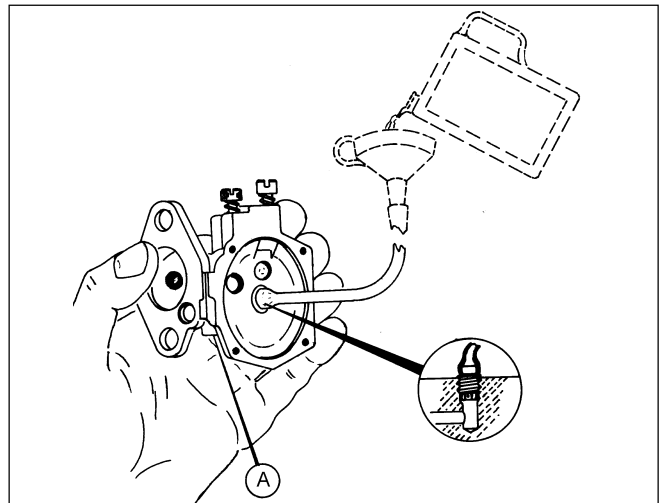

Fig. 11
- Remonter la nouvelle soupape, la positionner dans son logement à l'aide d'un poinçon. Maintenant contrôler le fonctionnement de la soupape. Remonter le logement soupape à pointeau (voir Fig. 11). Envoyer de l'essence à travers un conduit en plastique et contrôler que l'essence ne fuit pas de la soupape (A sur Fig. 11) mais qu'elle passe rapidement à travers la soupape quand le disque interne est hors de son logement.